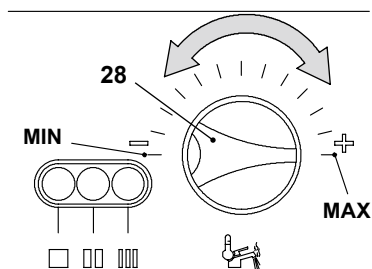

Figura 9.15
- La potenza termica del riscaldamento può essere variata ruotando la manopola regolazione sanitario 28 in Figura 9.15